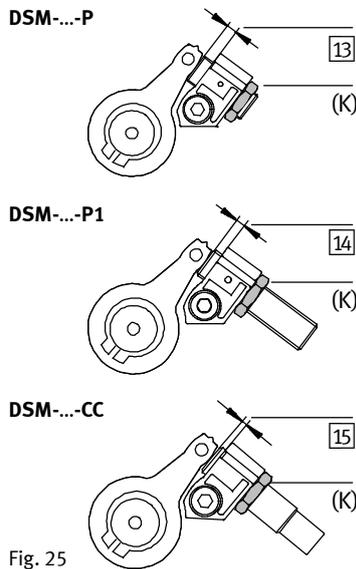

Fig. 25
2. Sbloccare il controdado (K) (Fig. 25) dell'ammortizzatore. La lunghezza svitabile dell'ammortizzatore (deceleratore in gomma 13 / 14 o ammortizzatore 15) può compensare la deviazione del fine corsa. Tale deviazione risulta dal contatto dell'ammortizzatore con la leva di arresto senza pressione che si verifica durante la regolazione preliminare.